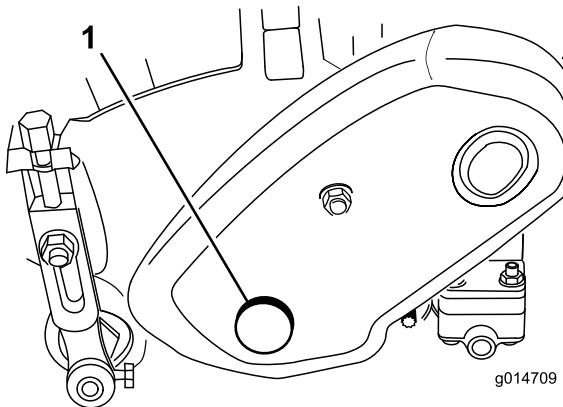

図 20
- リール・アセンブリの左側にあるプラグ（図 20）を外す。